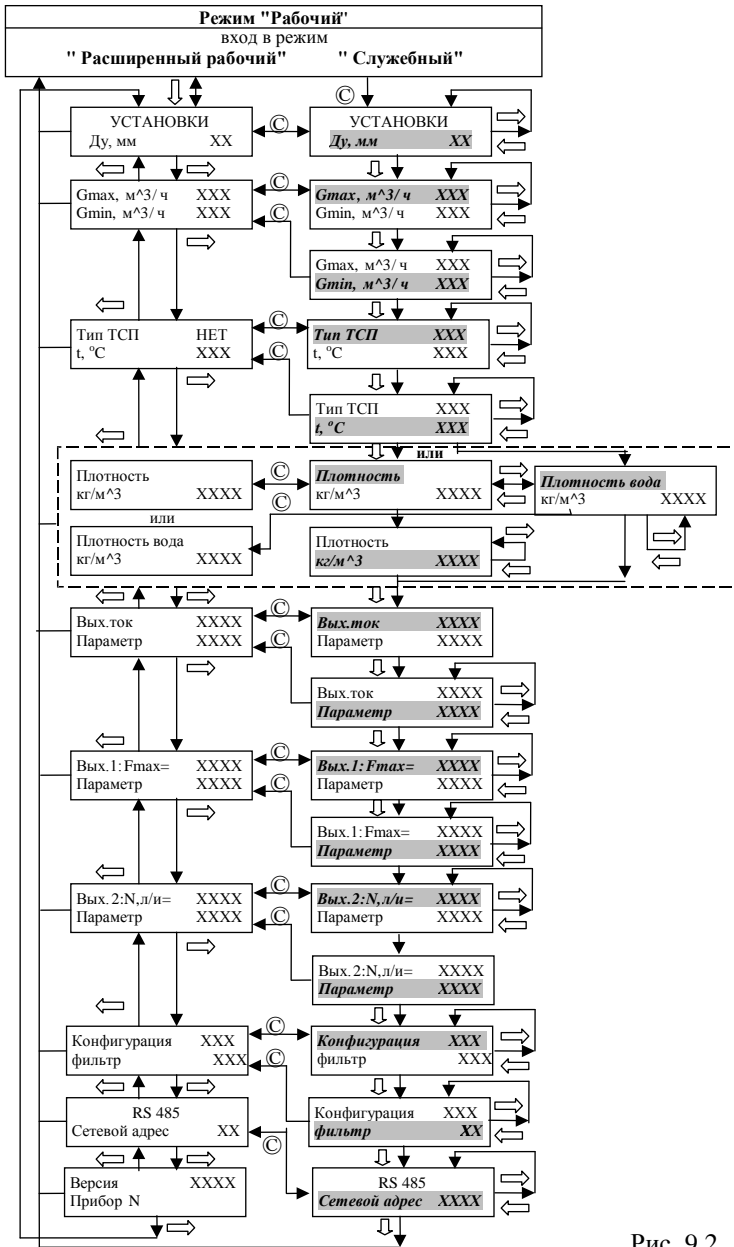

Рис. 9.2
9.2.2 Алгоритм работы в режиме "Расширенный рабочий" и "Служебный" при изменении всех установок и порядок перехода от одного окна меню к другому представлен на рис.9.2. Изображение строки индикатора курсивом на сером фоне означает активацию режима изменения потребителем данной строки.